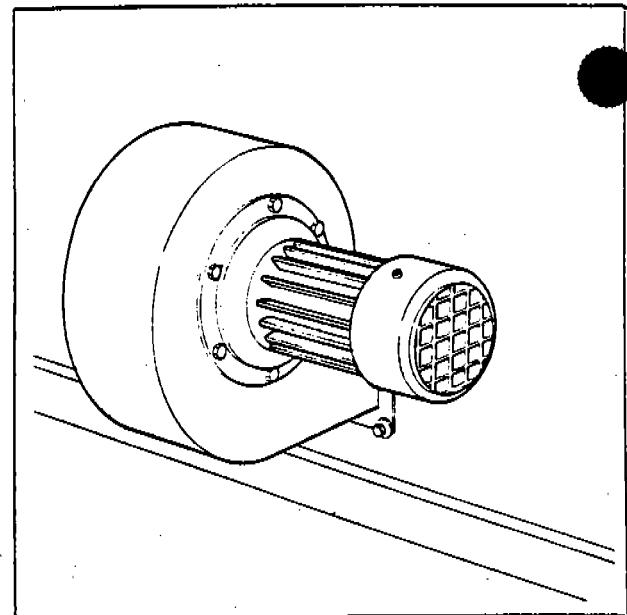

Fig. 41
- a) Check if the cooling fan on the power box (Fig. 41) works, if not, repare it.
- a) Controllare che il ventilatore sul quadro elettrico (Fig. 41) funzioni. In caso contrario identificare il guasto e ripararlo.